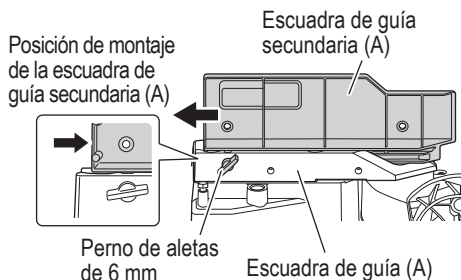

Fig. 19
4. Confirmación sobre el uso de la escuadra de guía secundaria (A)
Quando corte en bisel hacia la derecha, afloje el perno de aletas de 6 mm, luego deslice la guía auxiliar (A) hacia afuera y quítela, como se indica en la Fig. 19.
En el caso del corte en ángulo directo y el corte en ángulo a bisel izquierdo, deslice hacia adentro hasta alcanzar la posición donde la escuadra de guía secundaria (A) hace tope y fíjela con un perno de aletas de 6 mm (como se muestra en la Fig. 19).